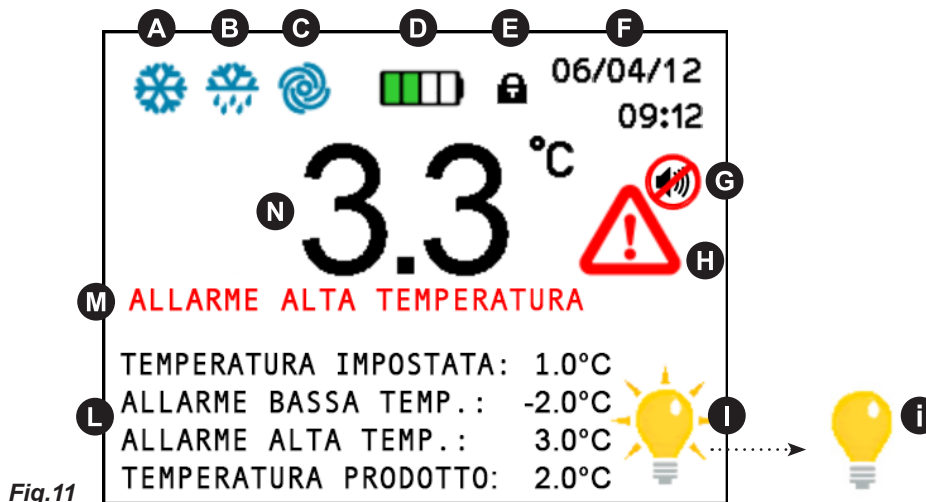

Fig.11
- Display (1). Visore di temperatura e dello stato di funzionamento della macchina
- Pulsanti capacitivi touch (2), (3), (4), (5), (6), (7). Consentono differenti funzioni in base al menù contestuale OSD (on screen display) visualizzato in quel momento sul display
- Pulsante **ON/OFF** (8). Consente l'accensione e lo spegnimento del pannello
- Pulsante **MENU** (9). Consente l'accesso al menù principale
- Pulsante **HOME** (10). Consente in qualsiasi momento (se retroilluminato) di tornare alla schermata principale
- Pulsante **ESC** (11). Consente di ritornare al menù precedente
- Pulsante **INVIO** (12). Conferma la scelta e le variazioni effettuate nel menù visualizzato sul display
8.1.2 Il display (1) e le indicazioni di funzionamento (Fig.11)